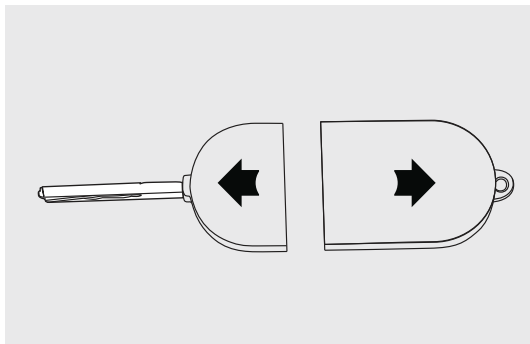

Fig 4.
- trek voorzichtig aan de behuizing, links en rechts fig. 4. De behuizing schuift uit elkaar